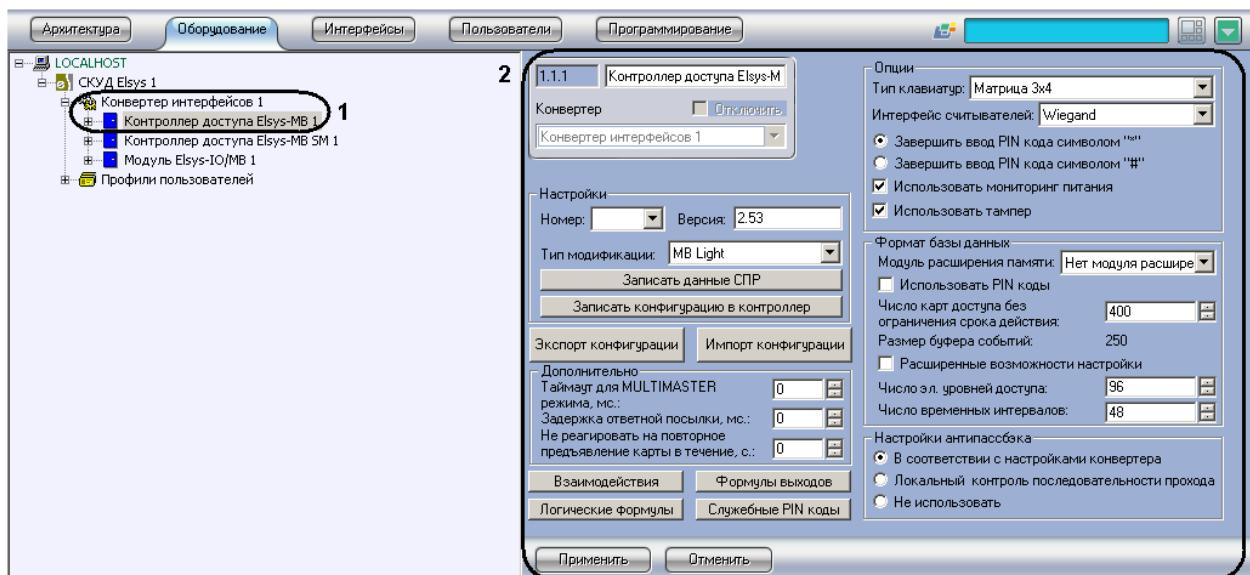

Рис. 3.3-7 Объект Контроллер доступа Elsys-MB
- Создать на базе объекта **Конвертер интерфейсов** объект **Контроллер доступа Elsys-MB** (Рис. 3.3-7, 1).
- Перейти на панель настроек объекта **Контроллер доступа Elsys-MB** (см. Рис. 3.3-7, 2).